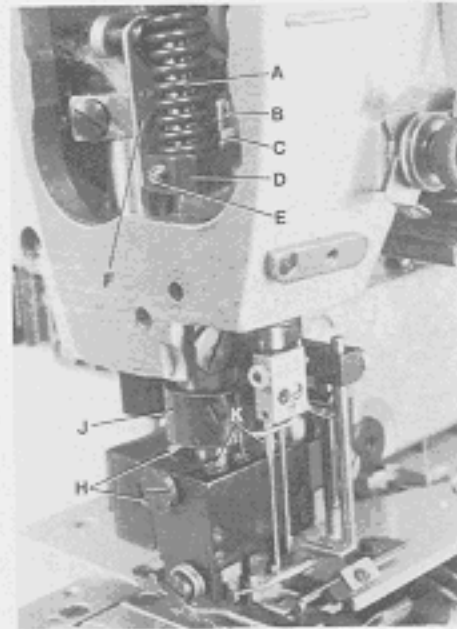

Fig. 46
For easy adjustment remove presser spring regulator on top of machine arm and presser spring (A, Fig. 46).
Adjust long stop screw (B) in presser bar guide (D) against bed casting to ensure a clearance of 0,5 mm (.020 in.) (see Fig. 46 A) between slot end of link (F, Figs. 46 and 46 A) in presser bar guide (D, Figs. 46 and 46 A). Tighten lock nut (C, Fig. 46) on stop screw.
Mount the presser foot, align it with the needles and tighten screws (H, Figs. 46 and 46 B). Rotate pulley until the feed dogs are in down position below the throat plate. Loosen screw (E, Fig. 46) in presser bar guide (D) and press the presser foot down against throat plate until the presser foot bottoms and the yielding section are pressed up by 0,8 to 1 mm (.032 to .040 in.) (see Fig. 46 B). Retighten screw (E) being sure stop screw (B) in presser bar guide rests on the bed casting. Remount presser spring (A) and presser spring regulator.
Set the collar (J, Fig. 46) respectively the lamp bracket on Styles 34800 TDA, for the presser foot height as required, the presser foot bottom should not contact the spreader when the presser foot is lifted.
The pressure exerted by the presser spring (A, Fig. 46) on the presser bar guide (D) should be higher than the pressure exerted by the three springs for presser foot bottoms and the yielding section. The presser bar should not move vertically when sewing. Screw-in presser spring regulator on top of machine arm as required.
The spring pressure exerted on the presser foot bottom and the left and right yielding section can be adjusted individually by turning screws (K, Figs. 46 and 47). Turning clockwise reduces the pressure, turning counterclockwise increases the pressure.
Entfernen Sie zur besseren Einstellung die Drückerfuß-Stellschraube oben am Maschinenarm und die Drückerfeder (A, Fig. 46).
Stellen Sie die lange Anschlagschraube (B) in der Drückerfußstangenführung (D) so gegen den Gehäusefuß, daß zwischen dem Schlitzende des Gelenks (F, Fig. 46 und 46 A) und der Zapfenschraube (G, Fig. 46 A) in der Drückerfußstangenführung (D, Fig. 46 und 46 A) ein Abstand von 0,5 mm ist (siehe Fig. 46 A). Ziehen Sie die Feststimmutter (C, Fig. 46) auf der Anschlagschraube an.
Setzen Sie den Drückerfuß ein, richten Sie ihn zu den Nadeln aus und ziehen Sie die Schrauben (H, Fig. 46 und 46 B) an. Drehen Sie am Handrad bis die Transporteure unter der Stichplatte stehen. Lösen Sie die Schraube (E, Fig. 46) in der Drückerfußstangenführung (D) und drücken Sie den Drückerfuß nach unten gegen die Stichplatte, so daß die Drückerfußsohlen und das Seitenteil 0,8 bis 1 mm nach oben gedrückt werden (siehe Fig. 46 B). Ziehen Sie die Schraube (E) wieder an, beachten Sie dabei, daß die Anschlagschraube (B) in der Drückerfußstangenführung am Gehäusefuß anliegt. Montieren Sie Drückerfeder (A) und Drückerfuß-Regulierschraube wieder.
Stellen Sie den Stellring (J, Fig. 46) bzw. den Lampenhalter bei den Maschinen 34800 TDA, für die Drückerfußhöhe so, daß die Drückerfußsohle den Leger nicht berührt, wenn der Drückerfuß angehoben wird.
Der Druck der von der Drückerfeder (A, Fig. 46) auf die Drückerfußstangenführung (D) ausgeübt wird, muß stärker sein als der Druck der drei Federn der Drückerfußsohlen und des Seitenteils, so daß beim Nähen die Drückerfußstange sich vertikal nicht bewegt. Drehen Sie die Drückerfuß-Regulierschraube oben am Gehäusearm entsprechend weit ein.
Der Federdruck auf die Drückerfußsohlen und das Drückerfuß-Seitenteil kann durch Drehen der Schrauben (K, Fig. 46 und 47) individuell eingestellt werden. Drehen im Uhrzeigersinn vermindert den Druck, drehen im Gegenuhrzeigersinn verstärkt den Druck.